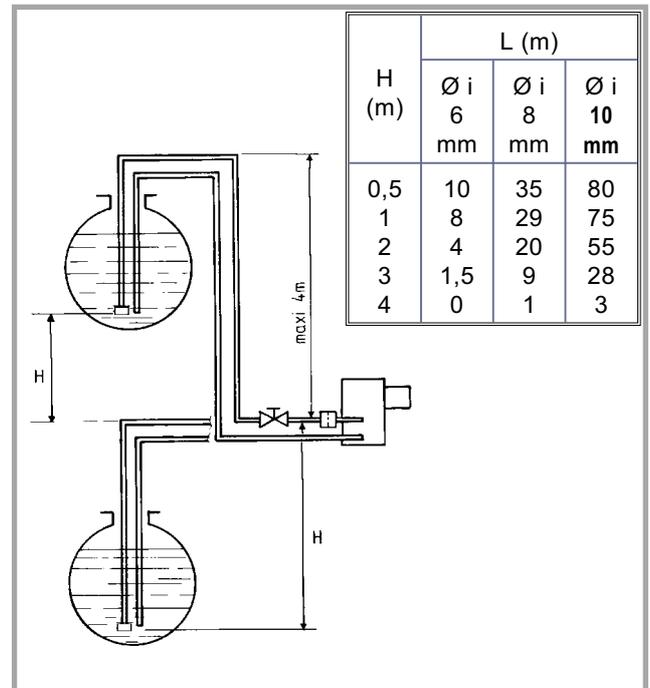
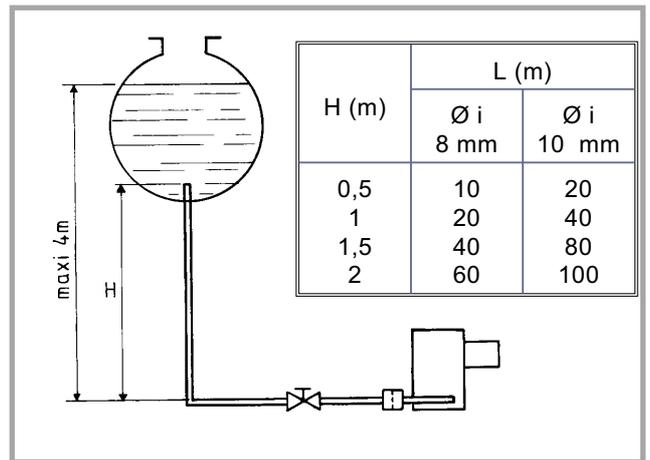
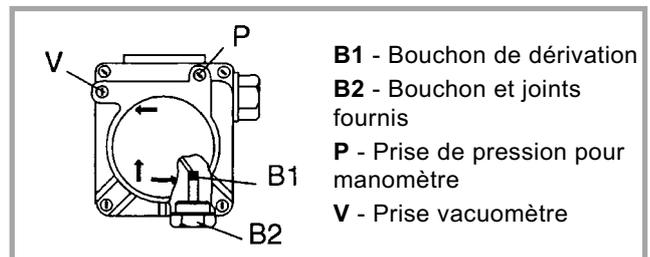

Figure 18 - Raccordement bitube
Figure 19 - Raccordement monotube en charge
Figure 20 - Détail de la pompe
**Légende (fig. 18 et fig. 19) :**
Pour ce type de raccordement (fig. 18) la pompe doit être équipée du bouchon de dérivation B1 (fig. 20).